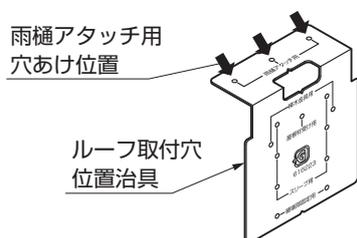

図12-43
- ①ルーフ取付位置治具を樋にあてて、ポンチ等でケガキ、ドリルで水抜き穴 $\phi 36$ と雨樋アタッチメント取付穴 $\phi 3.5$ をあけてください。（図12-43、12-44、12-45参照）